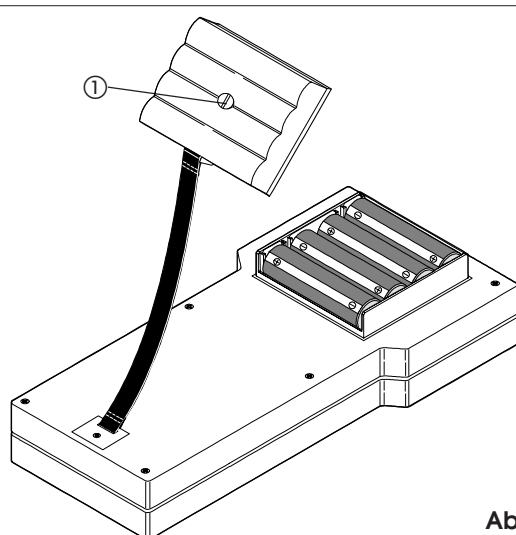

Abb. 4
Die Verschlusschraube des Batteriefachs am Boden des Programmierers FAACTOTUM abschrauben (Abb. 4 Bez. ①) und den Deckel anheben.